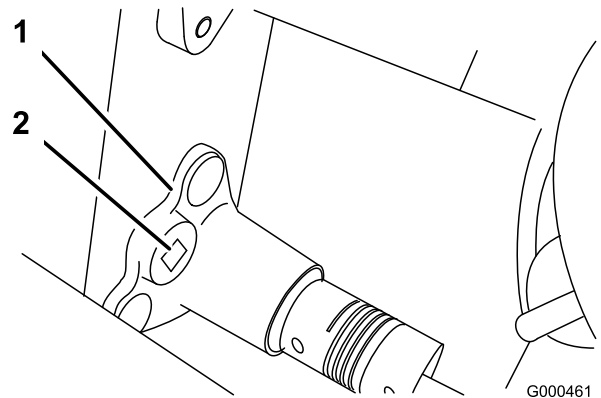

Figure 40
- B. À l'aide d'une clé dynamométrique de 3/8 pouce, tournez le logement de roulement avec un couple de 4–4,5 Nm pour obtenir la tension voulue (Figure 40).